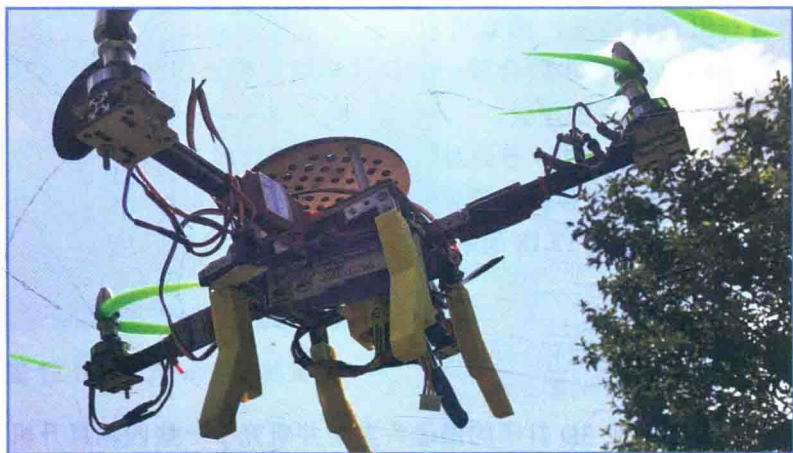

图 12.18 已经完成了四轴直升机硬件的制作
2. 用 2 英寸（5.08 厘米）的 4 号公对公铝压铆螺母柱或者类似的东西安装顶板。你可以在任何体面的紧固件商店找到压铆螺母柱，在许多五金店中也可以买到。图 12.18 展示安装附件的四轴直升机成品。